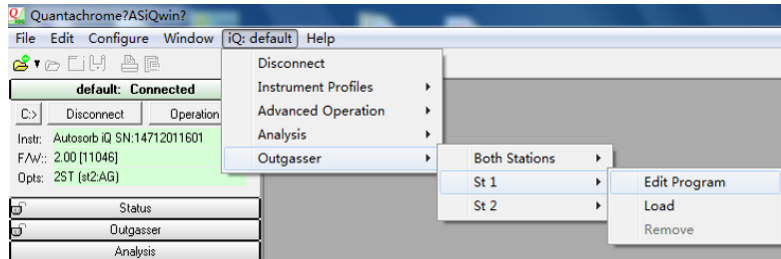

图 5
- 4) 点击菜单栏的 iQ:default>>Outgasser>>St 1>>Edit Program（图 5）。